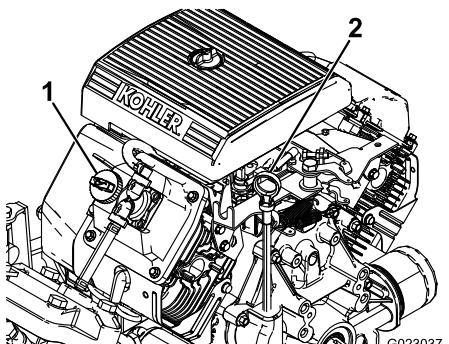

図 40
2. ディップスティックを抜きウェスで一度きれいに拭く図 40。ディップスティックを、チューブの根元でもう一度しっかりと差し込む。ディップスティックを引き抜いて油量を点検する。
3. オイルの量が不足している場合は、バルブカバーについている補給口のキャップ 図 40 を取り、ディップスティックの FULL マークまで補給する。補給するときはディップスティックで確認しながら少量ずつ入れる入れすぎないよう注意してください
8. 所要量の約 80% のオイルを補給口から入れる図 40。